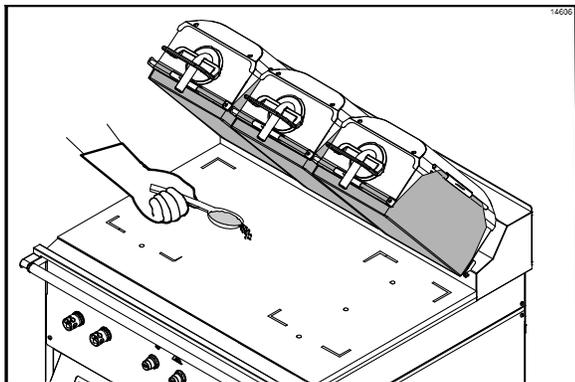

Figura 72
47. Use una cuchara para sundaes para distribuir dos cucharadas al ras de hojuelas de adhesión de soya sobre 3 pies (1 m) de la superficie inferior tibia de la parrilla, permitiendo que las hojuelas se derritan. (Vea la figura 72.)